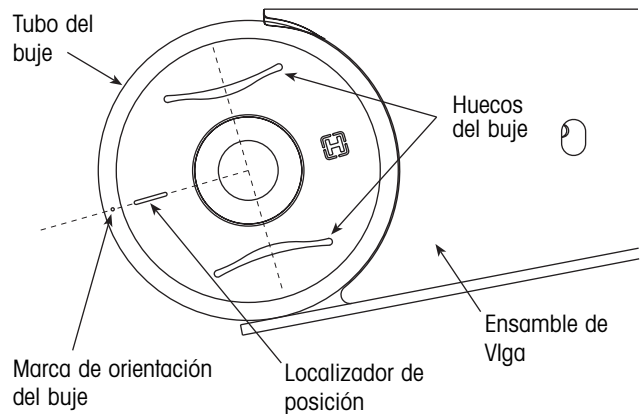

Figura 7. Orientación dentro del tubo del buje
5. Con el ensamble de la viga abajo, localice la marca de orientación en el tubo del buje (figura 7).